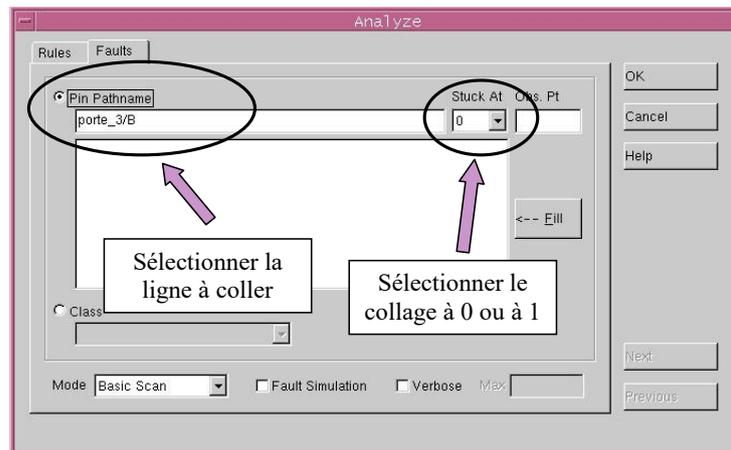
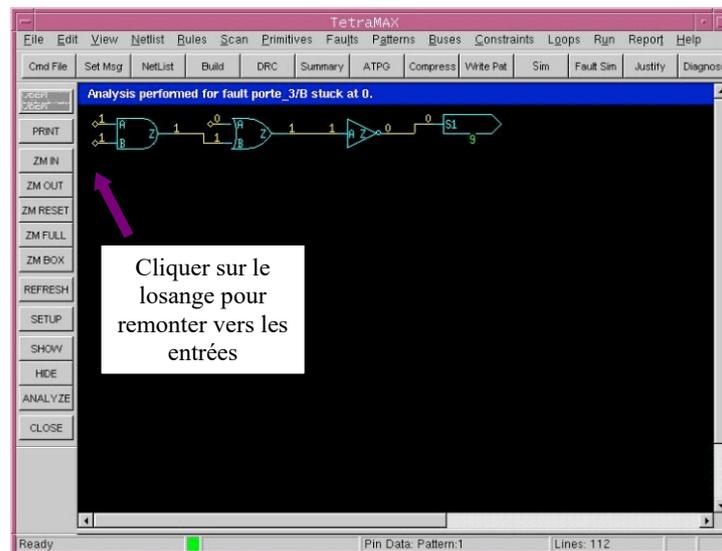

Figure 6 : Fenêtre d'analyse de faute
Figure 7 : Fenêtre d'analyse de faute
- Chemin de l'effet de faute : Dans le menu de gauche cliquer sur **ANALYSE**, ensuite sur l'onglet **Faults** la fenêtre (c.f. Figure 6) s'ouvre. Dans cette exemple on souhaite analyser pas à pas le test du collage à 0 de l'entrée B de la porte 3 (**porte\_3/B Stuck at 0**). Cliquer sur **OK**, vous pouvez voir sur la fenêtre principal (Figure 7) le chemin parcouru par l'effet de faute et les valeurs à appliquer sur les entrées des portes logiques pour propager cette effet de faute. Pour passer à l'étape de **JUSTIFICATION**, il suffit de cliquer sur les petits losanges qui se trouvent sur les entrées des portes logiques.